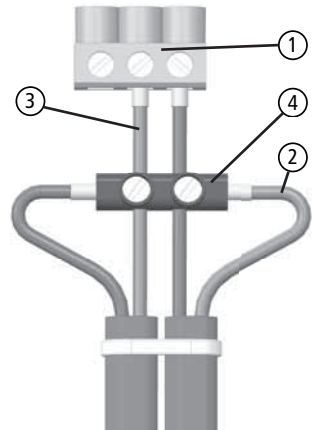

Abb. 3.26 Verklemmen von 2 Türschaltern bei Geräten mit 2 Türen (KALA S US)
- ① Den Anschluss-Stecker des einen Türschalters entfernen - wird nicht benötigt,
- ② die braune (mittlere) Ader des zweiten Türschalters aus dem Anschluss-Stecker lösen,
- ③ die braune Ader des ersten Türschalters im Anschluss-Stecker anschließen - in der mittleren Klemme,
- ④ die braune Ader des ersten Türschalters und die blaue Ader des zweiten Schalters mit einer Kabelklemme („Lüsterklemme“) verbinden (Abb. 3.26),
- ⑤ die Funktion der beiden Türschalter prüfen - das Öffnen jeder der beiden Türen muss zu der korrekten Meldung der LEDATRONIC („Tür auf“) führen.